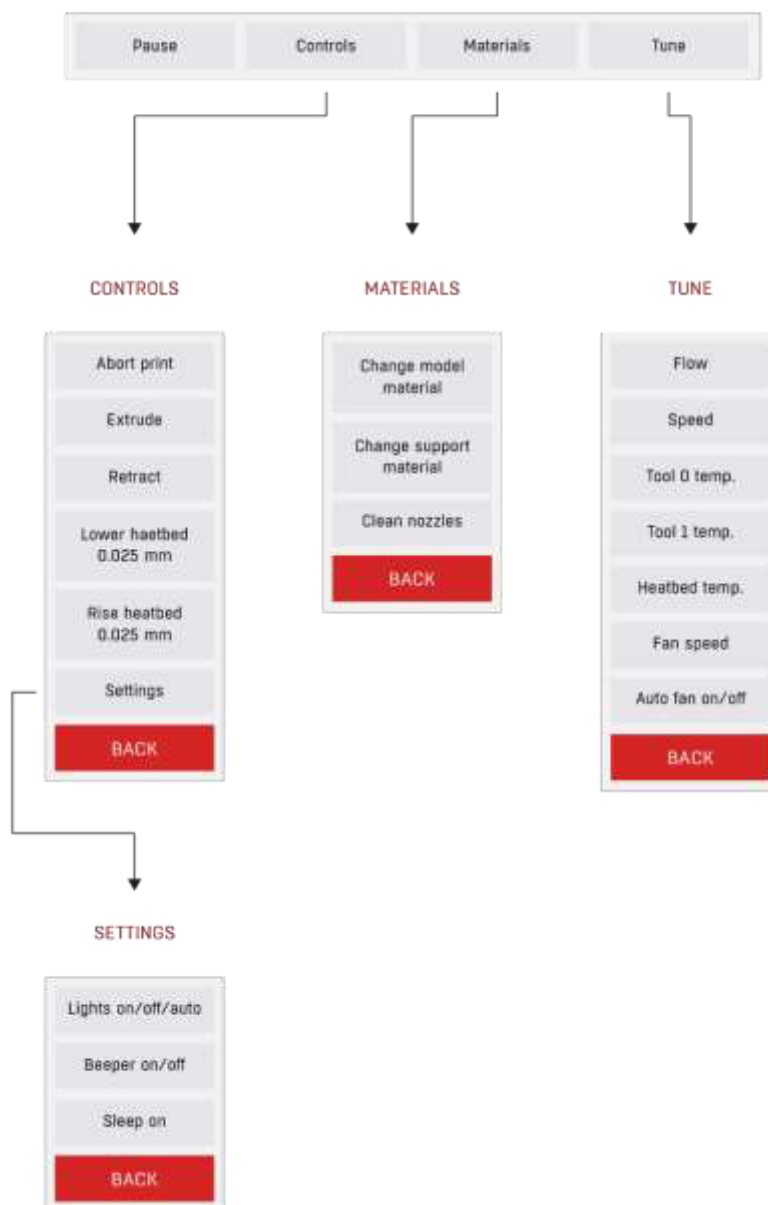

Рис. 35 Структура главного меню в рабочем режиме
- главное меню в рабочем режиме (рис. 35)